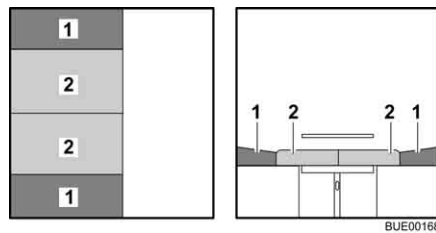

Bild 85 Efter ombyggnaden
- Drag sittdynorna (Bild 85,2) till mitten.
- Skjut in ryggdynorna (Bild 85,1) mellan sittdynorna och väggen.